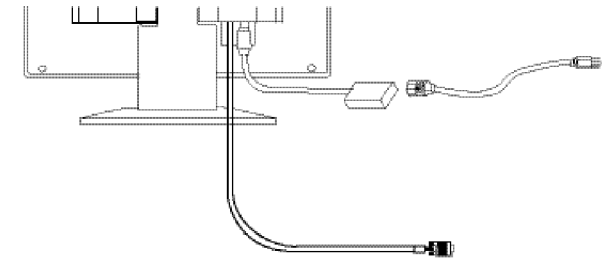

Abb. 2
3. Die Schrauben des Signalkabels festziehen, damit sich der Anschluss nicht lösen kann und der Monitor optimal funktioniert (siehe Abb. 2).